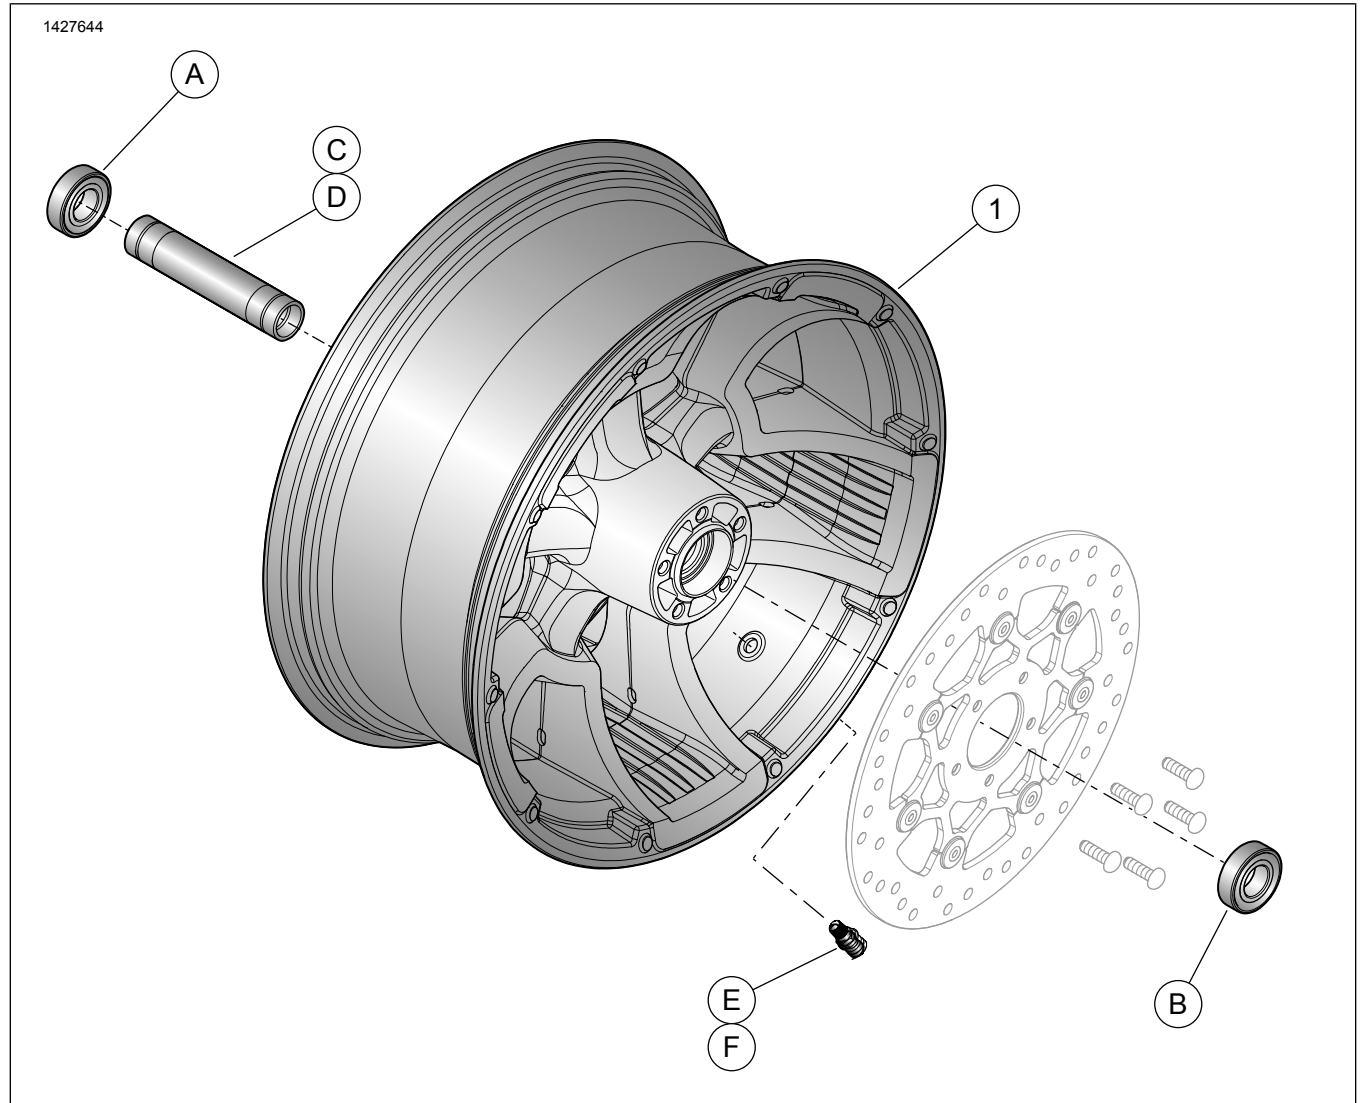

Figura 1. Parts tas-Service: Ir-roti ta' wara (16-il pulzier murija)
Ara Figura 1 u Tabella 3.
2. Figura 1 Installa l-assemblaġġ tal-istem tal-valv fuq ir-rota. Ara TAJERS fil-manwal tas-servizz.